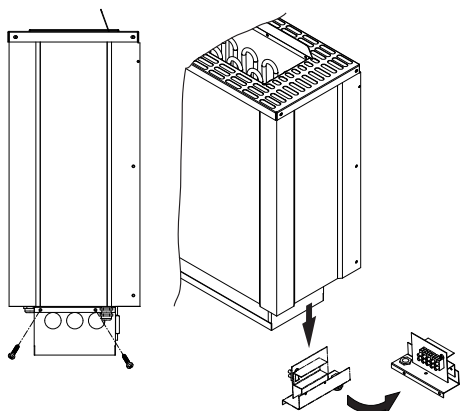

Рис.3
2. Для подключения кабеля питания сначала удалите 2 фиксирующих шурупа (см. рис. 3) и затем вытащите клеммную колодку вниз (см. рис. 3а).
Рис.3а
7. Закрепите приложенный рефлектор как показано на рис. 3 при помощи трёх шурупов 4,2 x 9,5.